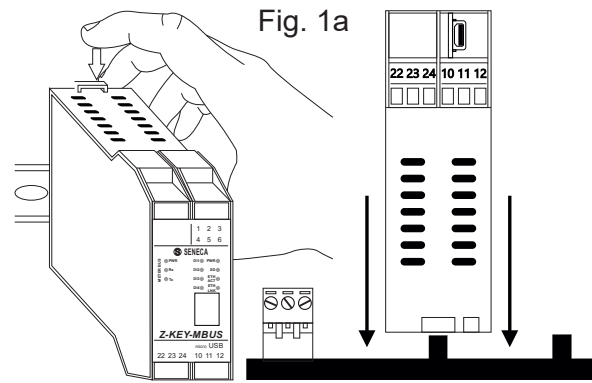

Fig. 1a
- 2) Introducir el conector trasero IDC10 del módulo en una ranura libre del accesorio para el carril OMEGA como se muestra en la fig. 1a. (la introducción es unívoca porque los conectores son polarizados).
- 3) Para fijar el módulo al carril OMEGA, apretar los dos ganchos ubicados a los lados del conector posterior IDC10 como se muestra en la fig. 1a.